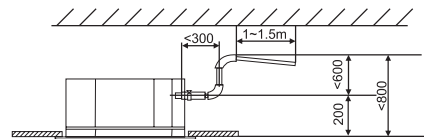

Рис. 45.
- При сливе нескольких блоков в общую сливную линию этот общий слив должен быть установлен на расстоянии около 100 мм ниже сливного отверстия каждого узла, как показано на рис. 45.